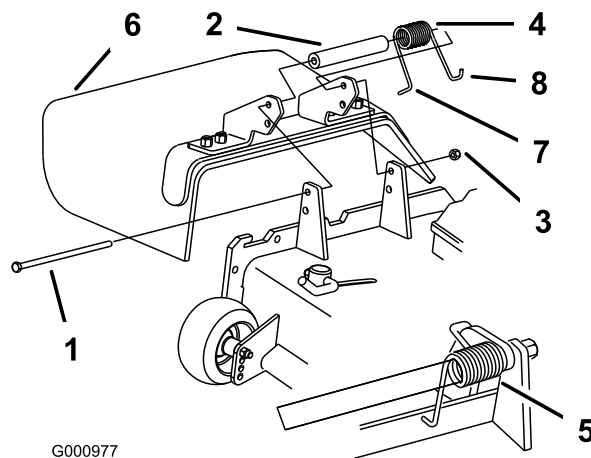

Bild 96
1. Entfernen Sie die Sicherungsmutter, Schraube, Feder und das Distanzstück, mit denen das Ablenkblech an den Drehhalterungen befestigt ist (Bild 96). Entfernen Sie defekte oder abgenutzte Ablenkbleche.
Hinweis: Stellen Sie sicher, dass sich das L-Ende der Feder hinter der Mähwerkkannte befindet, bevor Sie die Schraube einführen, siehe Bild 96.
3. Setzen Sie die Schraube und Mutter ein. Führen Sie das J-förmige Hakenende der Feder um das Ablenkblech (Bild 96).